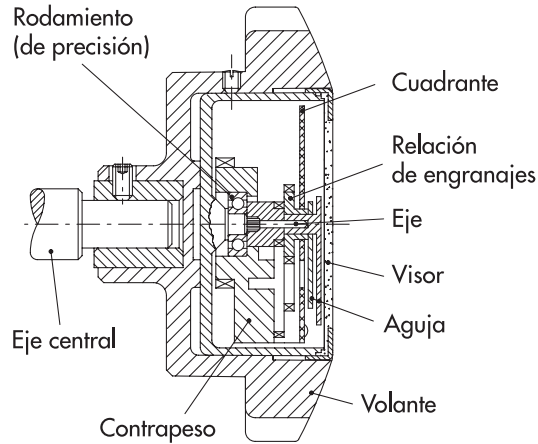

Fig.1
- 1.2 El movimiento se encuentra encerrado en una carcasa sellada (fig. 1). El mismo consiste en un sistema de contrapeso, montado sobre un rodamiento de precisión, que gira sobre un eje central fijo con la carcasa del indicador, fijada al mismo tiempo al volante/mando. Sobre la parte terminal del mismo eje se encuentra montada una aguja de color rojo, que gira perfectamente con el volante/mando. Una serie de engranajes con diferentes relaciones transmiten la rotación del eje a una aguja de color negro. En el contrapeso se encuentra fijado un cuadrante graduado. Si el indicador se encuentra montado sobre ejes que tengan una posición horizontal (o inclinada hasta 60°) el cuadrante permanece parado gracias al efecto de la fuerza de gravedad y las agujas giran sobre éste cuando gira el volante/mando.